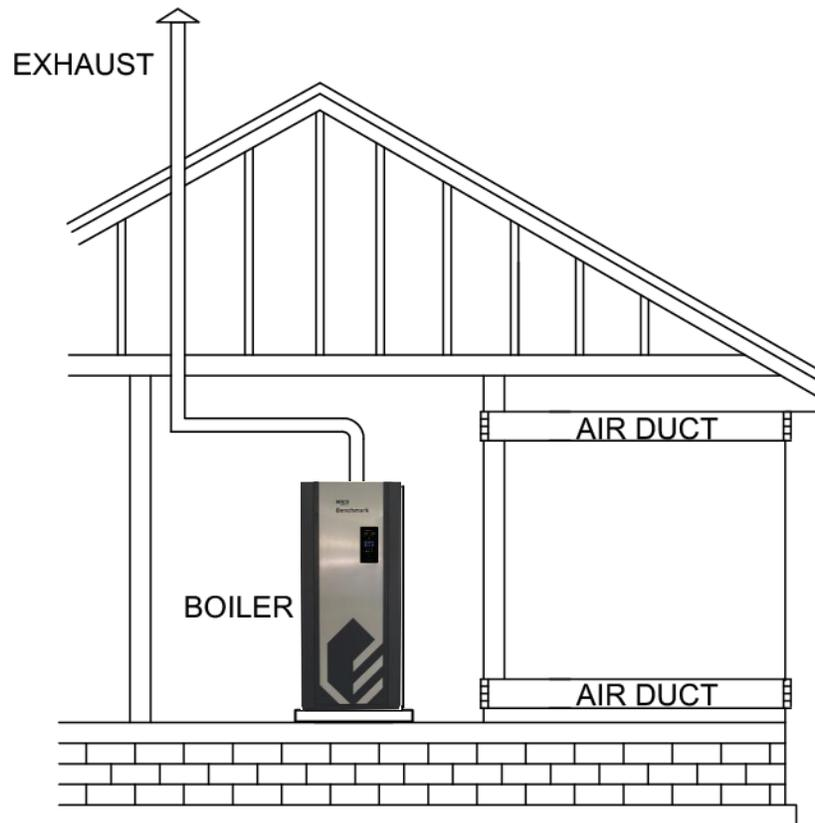

Figure 5 : Tout l'air de combustion de l'extérieur par les conduits horizontaux
2. Lors de la communication avec l'extérieur par des conduits horizontaux, chaque ouverture doit avoir une surface libre minimale de **1 pouce² par 2 000 BTU/h (1100 mm²/kW)** d'entrée nominale totale de tous les appareils dans l'espace (voir la figure 5).